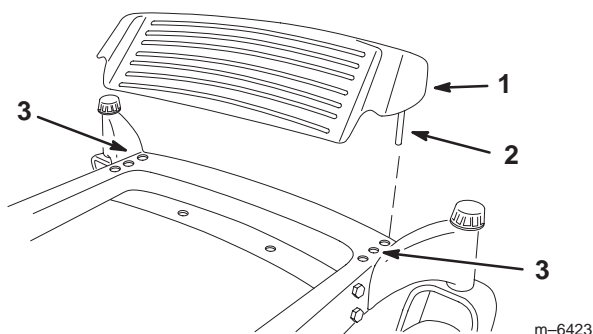

Bild 2
1. Heben Sie die Fußstütze an und nehmen Sie sie vorübergehend von der Maschine ab (Bild 2).
3. Setzen Sie die Fußstütze im Fußstützenrahmen ein. Setzen Sie dabei die Stangen in dieselben Lochpositionen (Bild 2).